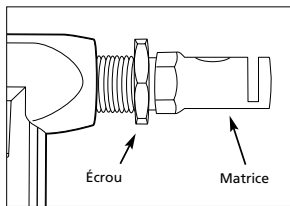

Figure 2
2. Pour changer la lame et la matrice, desserrer l'écrou mince, argenté afin de permettre l'enlèvement de la matrice de l'outil (Figure 2).